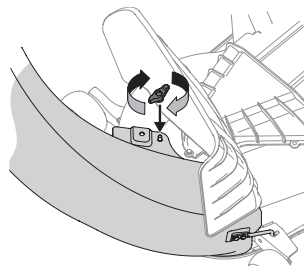

Figure 26
6. Fixez l'assemblage de la botte au plateau de coupe au moyen du bouton à ailettes (720-04122) inclus dans la trousse de quincaillerie 689-01419. Consultez la Figure 26.